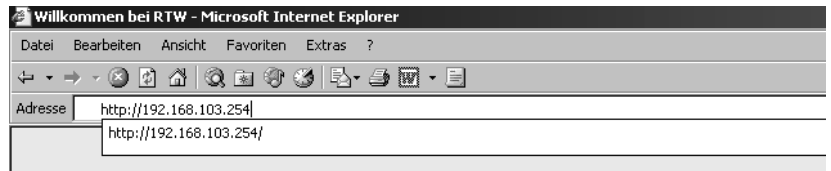

Bild 8-32: IP-Adresseingabe in das Adressfeld des Internet-Browsers
1. Starten Sie Ihren Internet-Browser und geben Sie die IP-Adresse Ihres Gerätes in der Adresszeile ein (z. B.: „http://192.168.103.254“, siehe Bild 8-32). Bestätigen Sie die Eingabe mit der „Enter“-Taste Ihrer PC-Tastatur.